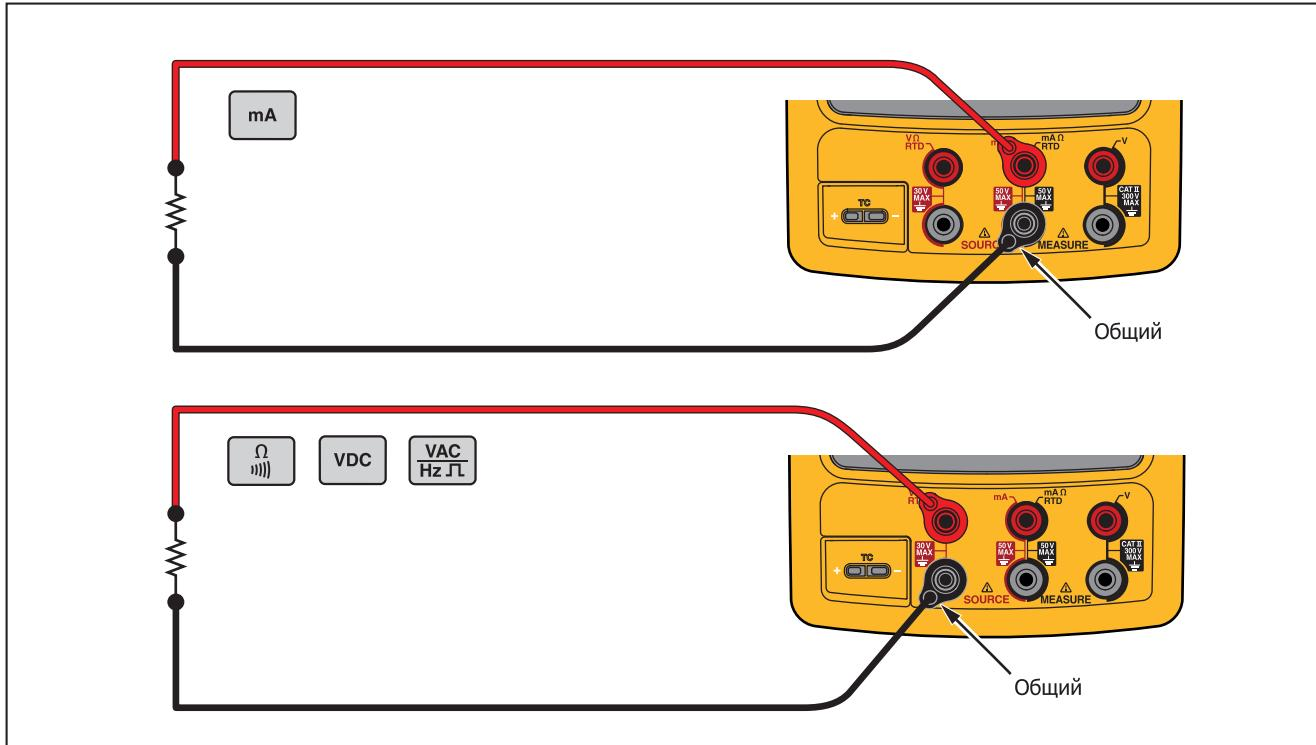

Рисунок 18. Соединения для подачи электричества
- Подключите измерительные провода, как показано на рис. 18 (в зависимости от функции моделирования).
- Введите необходимое выходное значение, затем нажмите **ENTER**. Например, для подачи источника 5,5 В dc, нажмите **VDC** **⑤** **.** **①** **ENTER**.